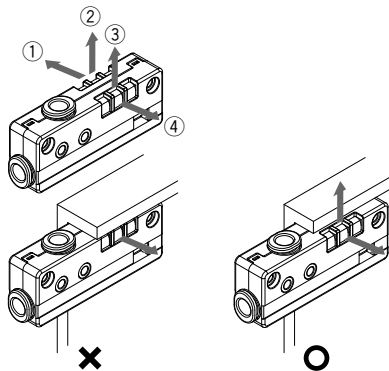

図10
④ 排気口
ボックス形製品を取付ける場合、図10の①～④に示した4つの排気方向の内、必ず2ヶ所以上を開放してご使用ください。3方向以上を塞いだ場合、排気エアの背圧により、エジェクタの真空性能が低下します。